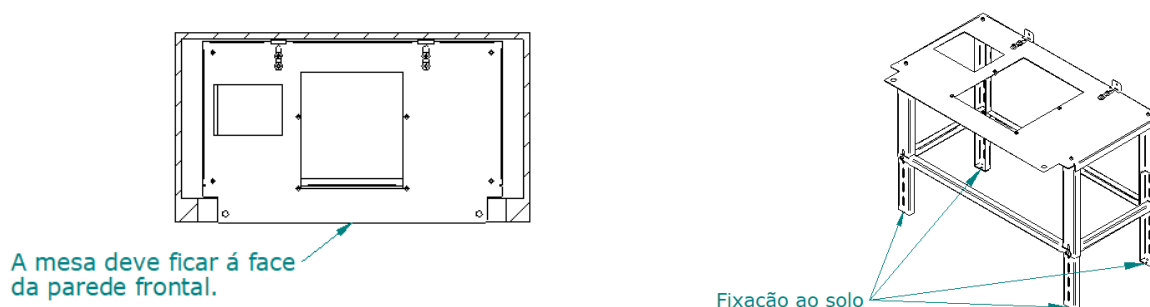

Figura 6 – Montagem mesa auxiliar
5. Colocar a mesa auxiliar na sua posição final, lembrar que mesa tem de estar a face da parede frontal, como pode ser verificado na Figura 6. Em seguida, marcar no chão os quatro furos das pernas, de seguida abre-se a furação, deve-se utilizar os meios necessários para a fixação como indicado anteriormente. No fim deve-se fixar a mesa ao chão.